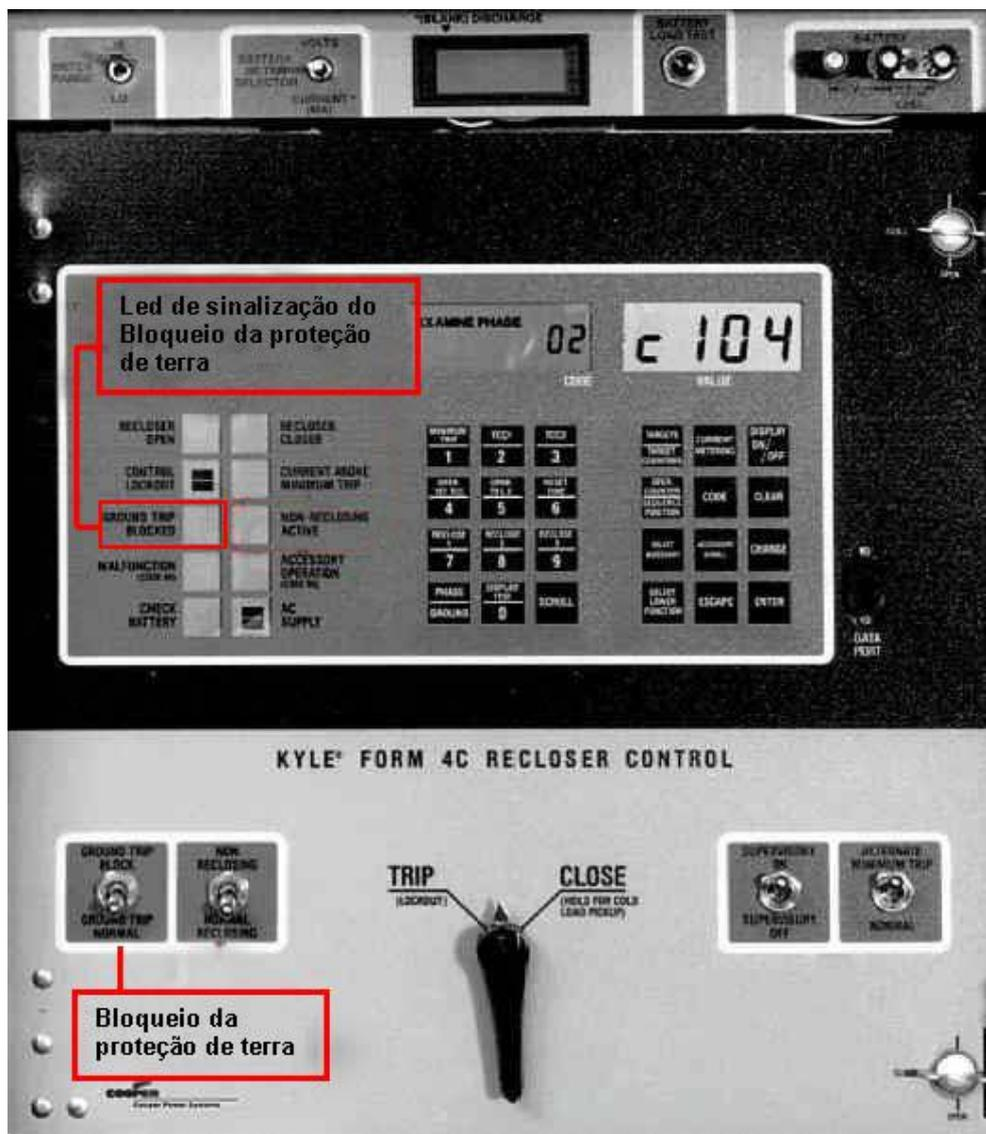

Figura 5 – Religador com controle F4C.
4.5.1. Bloqueio da Proteção de Terra (Vide Figura 5)
4.5.2. Desbloqueio da Proteção de Terra (Vide Figura 5)